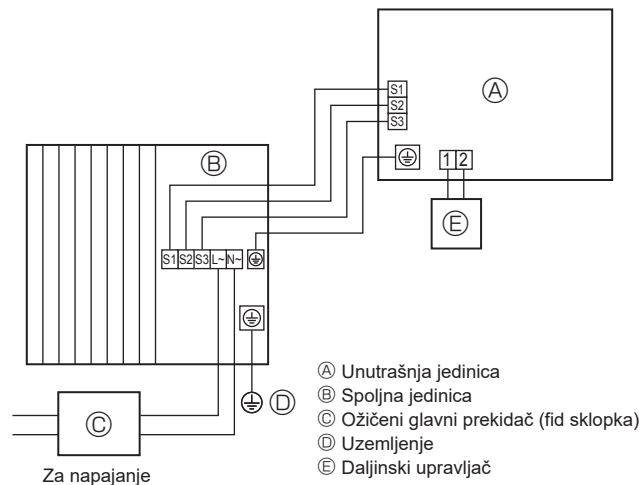
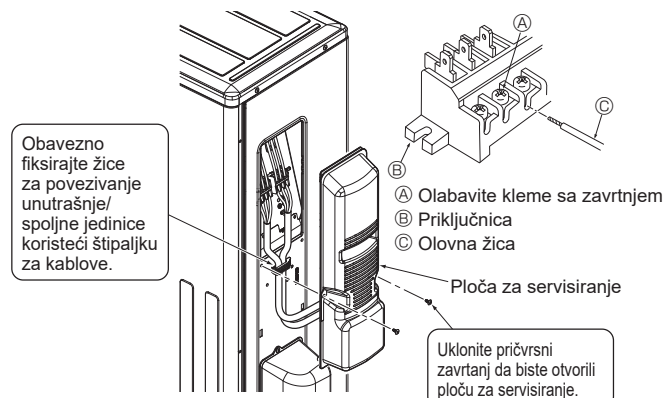

Fig. 6-1
Fig. 6-3
### 6.1. Spoljna jedinica (Fig. 6-1, Fig. 6-2, Fig. 6-3)
- ① Skinite ploču za servisiranje.
- ② Povežite kablove u skladu sa slikama Fig. 6-1, Fig. 6-2 i Fig. 6-3.